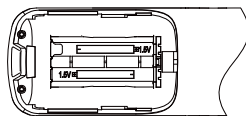

Figura 2.8
3. Retire as baterias usadas. Instale duas baterias AAA novas de acordo com as polaridades positiva e negativa indicadas (consulte a Figura 2.8). Feche a tampa da bateria.